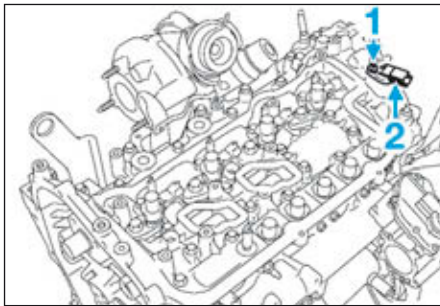

FIG.153
- Déposer la vis (1) puis le capteur de position d'arbre à cames (2) (Fig.153).